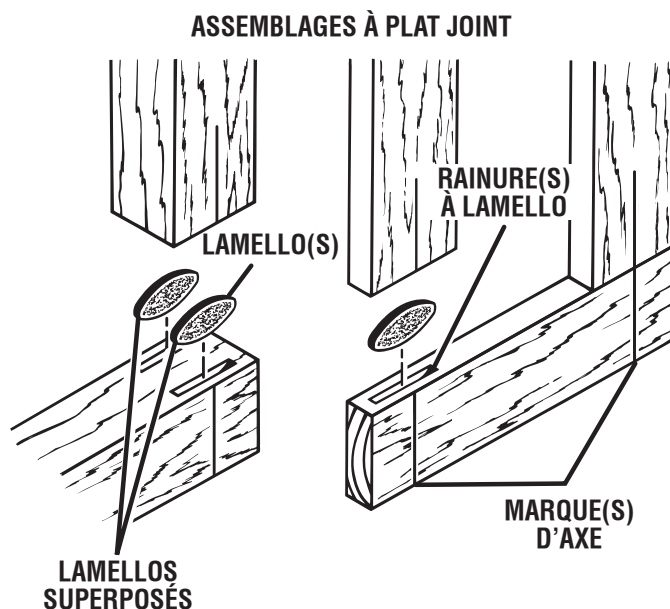

Fig. 11
Voir les figures 11 et 12.
- Finalement, séparer les pièces et appliquer un cordon de colle dans chaque fente. Étaler de la colle sur toute la surface du joint. Réinsérer les lamellos et assembler les pièces comme illustré à la figure 11.